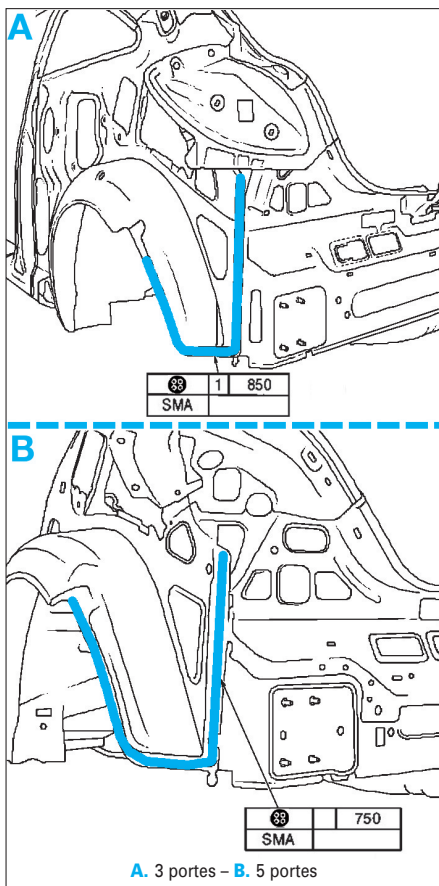

FIG. 131
- Encoller le joint du prolongement inférieur du panneau latéral sur la caisse (fig. 131).